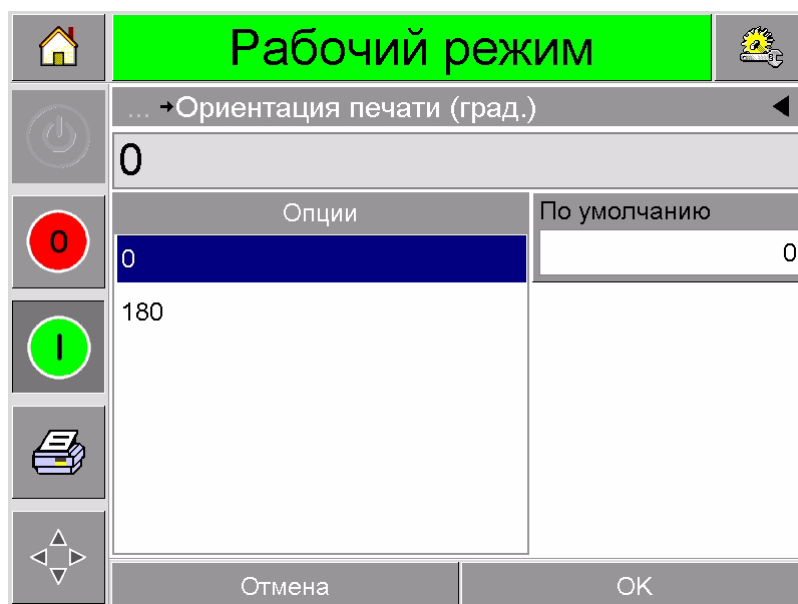

Рис. 4-15: Параметры координат печати
- 4 Нажмите панель "координаты печати", чтобы открыть страницу с параметрами установки координат печати (Рис. 4-15).